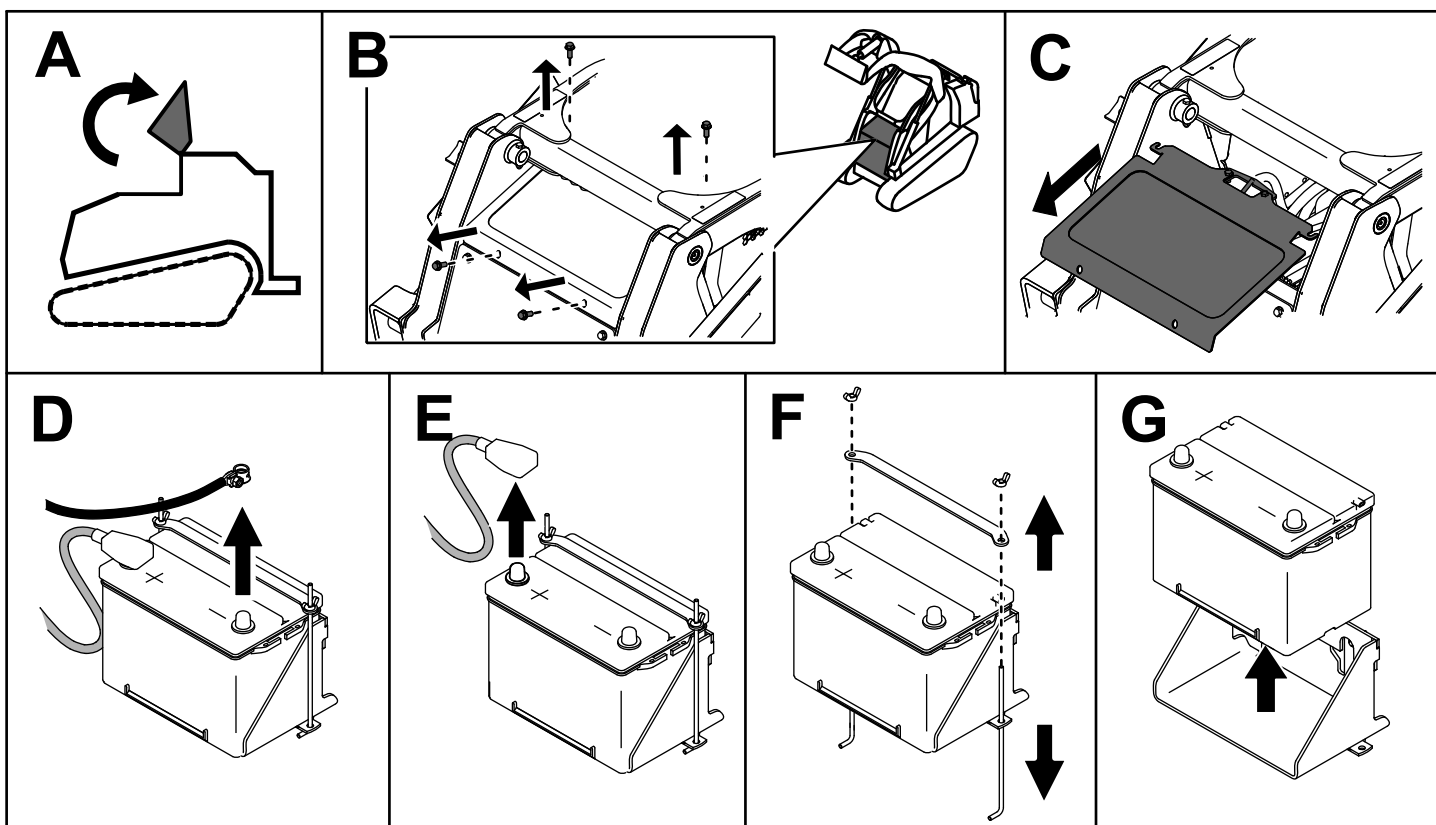

Figura 49
3. Retire a bateria como se mostra na Figura 49.